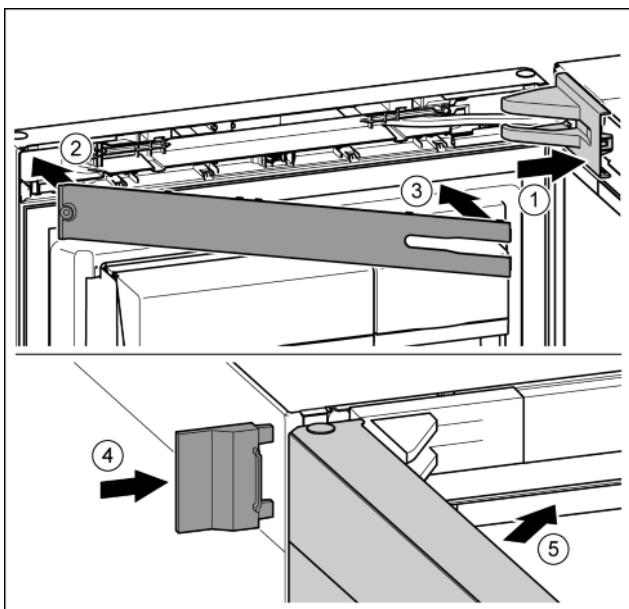

Fig. 22
- Nasadte a zaklapněte kryt stojanu ložiska, příp. opatrně přitlačte od sebe. Fig. 22 (1)
- Nasadte záslepku. Fig. 22 (2)
- Záslepku sklopte a zaklapněte. Fig. 22 (3)
- Vnější kryt nasuňte. Fig. 22 (4)
- Zavřete horní dveře. Fig. 22 (5)